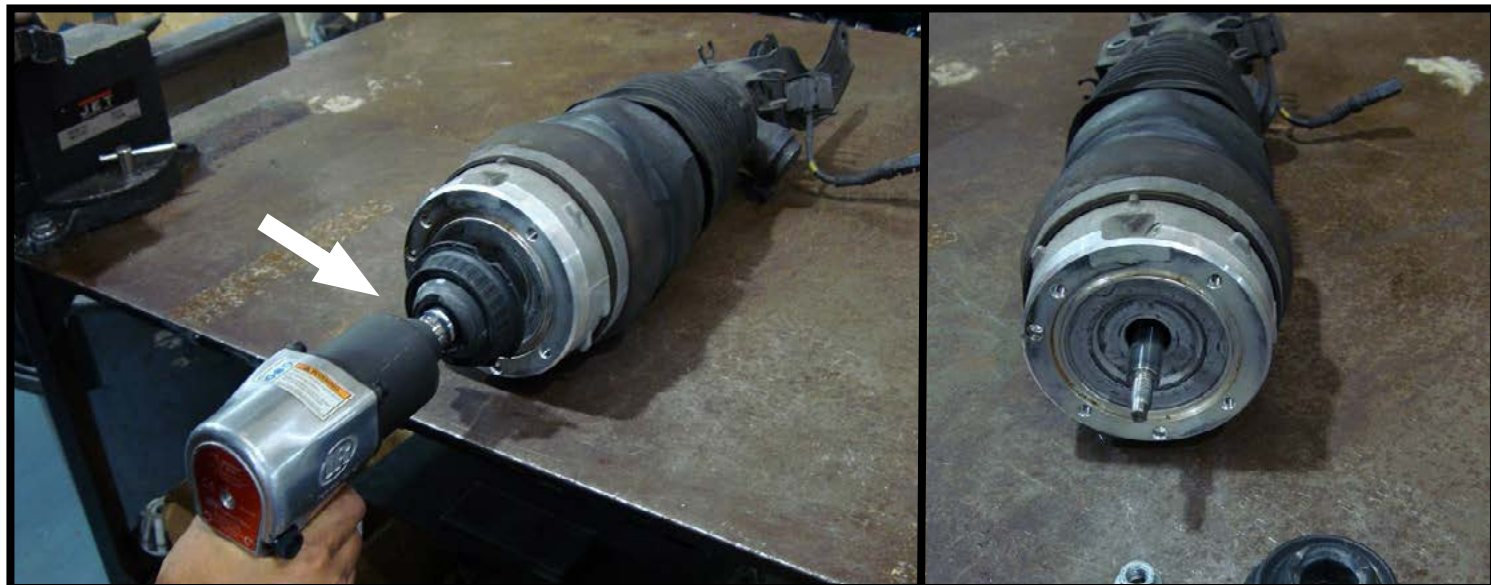

图20-2
2. 拆下空气弹簧的顶部减震器连杆螺母。拆下并丢弃顶端的旧橡胶支座和O形密封圈。(图20-2)